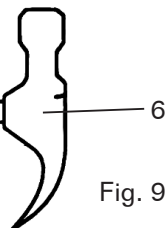

Fig. 9
## INSTALE EL MANDRIL (FIG. 9)
1. Inspeccione y limpie el orificio cónico en el mandril (Fig. 9 - 1) y el husillo (Fig. 9 - 2). Retire toda la grasa, los revestimientos y las partículas de las superficies del mandril y el husillo con un paño limpio.
2. Abra las mordazas del portabrocas (Fig. 9 - 3) girando manualmente el cilindro del portabrocas en el sentido de las agujas del reloj. Asegúrese de que las mordazas estén completamente hundidas dentro del mandril.
3. Inserte el eje del mandril (Fig. 9 - 4) en la abertura en la parte superior del mandril.
4. Inserte el eje en el husillo. Gírelo hasta que la espiga del árbol (las partes planas del extremo) esté alineada con la ranura del husillo, y el mandril y el árbol se puedan empujar hacia arriba. Asiente el mandril colocando un bloque de madera (Fig. 9 - 5, no incluido) debajo del mandril y golpeando firmemente la madera una vez con un martillo. Alternativamente, golpee firmemente el mandril una vez con un mazo de goma o un martillo de golpe muerto (no incluido).